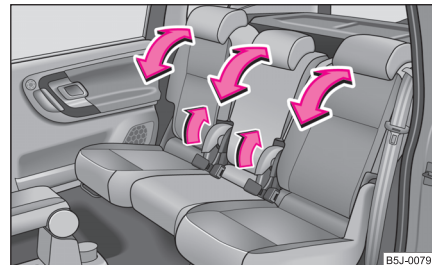

Fig. 51 Reglarea spătarelor
- Trageți maneta ⇒ fig. 51 și reglați înclinarea dorită a spătarului. ■
- Trageți maneta ⇒ pagina 57, fig. 51 și rabatați spătarul scaunului în față, complet.